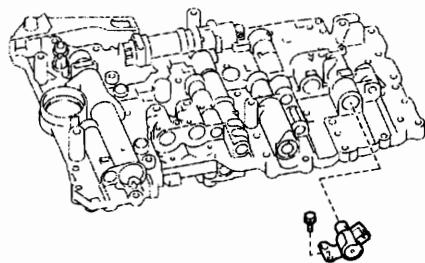

图 12-1-163
(7) 如图 12-1-163 所示, 拆下换挡电磁阀 S1。
- (2) 如图 12-1-163 所示, 将 O 形圈装到换挡电磁阀 S1 上, 安装螺栓和换挡电磁阀 S1, 螺栓的拧紧力矩为 6.4N·m。